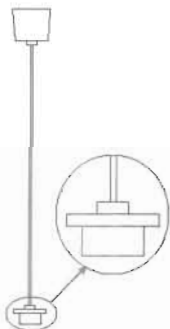

图 3-43
(6) 分别绘制 3 个 20×8 、 60×8 和 40×20 的矩形, 使用相同的方法移动到图 3-43 所示的位置。
(7) 在命令提示行中输入 rectang 命令, 绘制长一个 240×180 的矩形。
(8) 选中矩形, 在单击矩形上面的顶点, 然后向中间平移鼠标, 输入移动距离, 将其向